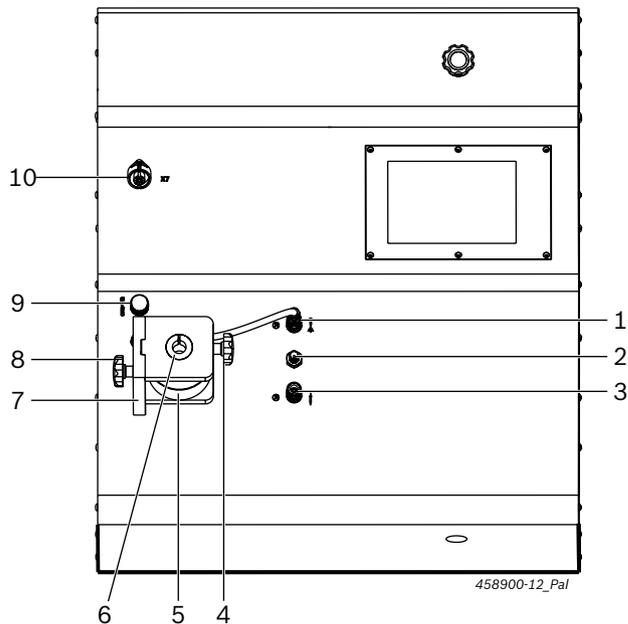
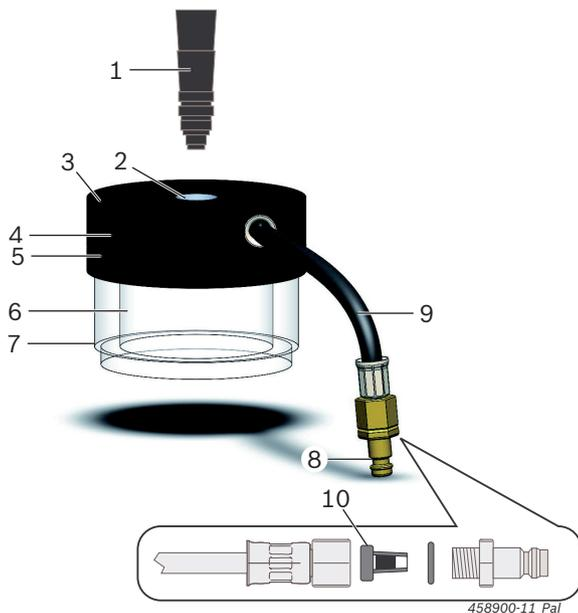
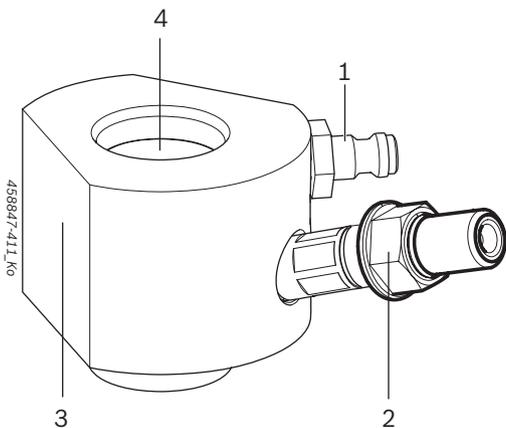
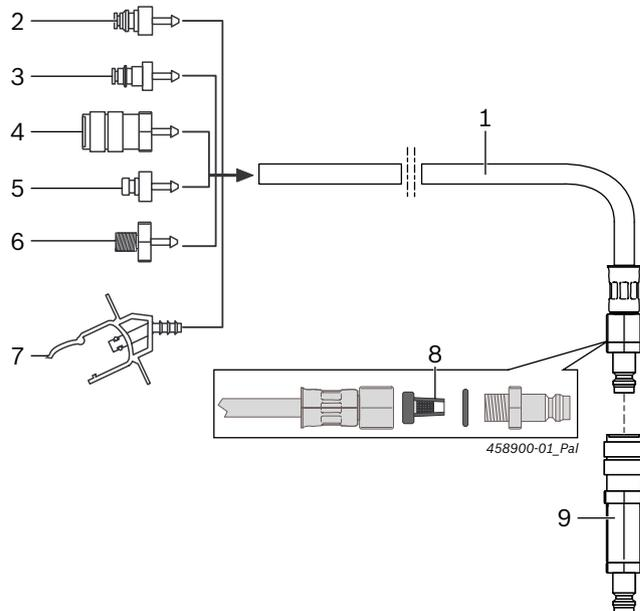

Рис. 3: Компоненты для проверки
Рис. 4: Камера впрыска
Рис. 7: Испытательный адаптер с патрубками напорной трубы
Рис. 9: Шлангопровод 1 684 462 570 и патрубки шланга
В ходе испытаний впрыскивать испытательное масло CRI/CRIN или CRI Piezo в камеру впрыска (см. Рис. 4). Из камеры впрыска испытательное масло течет через шлангопровод (Рис. 4, поз. 9) обратно к испытательному вводу для количества впрыскиваемого топлива (Рис. 3, поз. 3). Сетчатый фильтр (Рис. 4, поз. 3) улавливает грязь, которая выделяется при проверке от CRI/CRIN или пьезоэлектрического устройства CRI.
❗ Сетчатый фильтр (Рис. 3, поз. 3) подлежит регулярной замене (см. интервалы технического обслуживания в главе 8.2.1). При несвоевременной замене сетчатый фильтр может сломаться из-за увеличения динамического напора. В этом случае осаждающаяся грязь беспрепятственно проникнет в систему и может повредить компоненты в EPS 118.
- Уплотнительное кольцо на седле форсунки впрыска (Рис. 4, поз. 2) заменить соответствующим уплотнительным кольцом (D7 или D9). Для замены уплотнительного кольца использовать инструмент демонтажа (Рис. 4, поз. 1).
II CRIN с испытательным адаптером (Рис. 7, поз. 3) не требуют затяжной втулки.
Патрубки напорной трубы (Рис. 7, поз. 2) используются для различных испытательных адаптеров (специальные принадлежности). Испытательный адаптер (Рис. 7, поз. 3) используется для подачи испытательного масла к CRIN с внутренними разъемами по патрубкам напорной трубы.
Объемы обратной подачи CRIN поступают по шлангопроводу 1 684 462 570 (см. Рис. 9, поз. 1) и с помощью патрубков шланга CRIN 1 683 386 192 (см. Рис. 9, поз. 4) от «испытательного вывода для количества возвратного топлива» (Рис. 7, поз. 1) к «испытательному выводу для количества возвратного топлива» (Рис. 3, поз. 3). Предусмотрены разные варианты исполнения для испытательных адаптеров.
Шлангопровод 1 684 462 570 (Рис. 9, поз. 1) соединяет обратную линию инжектора с контрольным выводом для проверки количества возвратного топлива (см. Рис. 3, поз. 3). Для соединения шлангопровода с различными типами инжекторов предусмотрены различные типы патрубков шланга (см. Рис. 9). Их вставляют в шлангопровод перед подключением к инжектору.
Для определенных моделей CRIN от Bosch следует дополнительно использовать "адаптер CRIN с обратным клапаном" (Рис. 9, поз. 9). Он устанавливается в контрольный вывод для проверки количества возвратного топлива (CRI/CRIN, CRI Piezo; см. Рис. 3, поз. 3) перед началом проверки и затем соединяется со шлангопроводом 1 684 462 570 (Рис. 9, поз. 1).
И В программном обеспечении EPS 118 после выбора CRIN отображается, необходим ли для проверки "адаптер CRIN с обратным клапаном" (Рис. 9, поз. 9).
! Если "адаптер CRIN с обратным клапаном" (Рис. 9, поз. 9) используется с нарушением указаний или неправильно подключен (например, напрямую к CRIN), это может привести к неправильным результатам измерений и, соответственно, к неправильной оценке CRIN.
Адаптер обратной линии соединяет CRIN с разделенным количеством возвратного топлива с испытательным выводом для количества возвратного топлива (Рис. 3, поз. 3) на EPS 118. Для подключения на испытательном выводе для количества возвратного топлива (Рис. 3, поз. 3) дополнительно потребуются шлангопровод 1 684 462 570 (Рис. 9, поз. 1) и штуцеры шланга Bosch CRIN 1 683 386 192 (Рис. 9, поз. 4).
Адаптер обратной линии соединяет CRIN с помощью резьбы для навинчивания в испытательном выводе для количества возвратного топлива (Рис. 3, поз. 3) на EPS 118. Для подключения на испытательном выводе для количества возвратного топлива (Рис. 3, поз. 3) дополнительно потребуется шлангопровод 1 684 462 570 (Рис. 9, поз. 1) и штуцеры шланга Bosch CRIN 1 683 386 192 (Рис. 9, поз. 4).